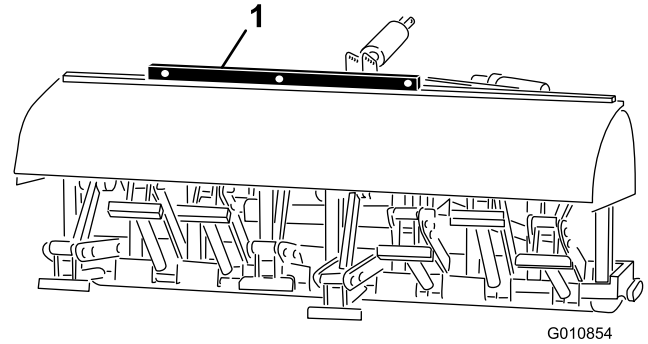

Bild 23
2. Legen Sie eine Wasserwaage auf den Aerifiziererrahmen und prüfen Sie das seitliche Niveau (Bild 23).